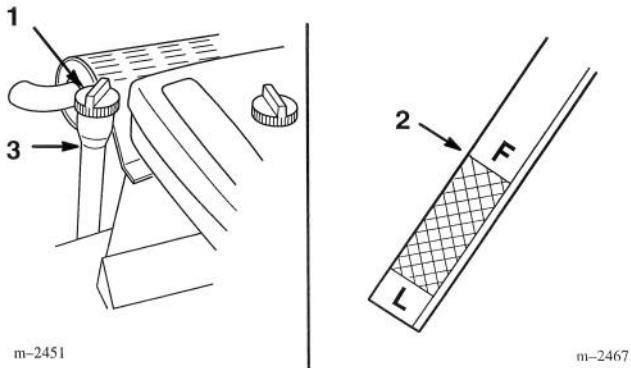

Figure 18
3. Nettoyer les abords de la jauge d'huile (Fig. 18) pour éviter l'introduction de saleté dans l'ouverture de remplissage, qui risquerait d'endommager le moteur.
4. Dévisser la jauge d'huile et bien essuyer l'extrémité métallique (Fig. 18).
5. Insérer la jauge à fond dans le goulot de remplissage, sans la visser (Fig. 18). Retirer la jauge et lire le niveau d'huile sur l'extrémité métallique. Si le niveau est bas, verser lentement de l'huile dans le goulot de remplissage, juste assez pour amener le niveau au repère du plein (“FULL”).
6. Verser lentement environ 80% du volume d'huile spécifié dans le goulot de remplissage (Fig. 18), puis contrôler le niveau d'huile, voir Contrôle du